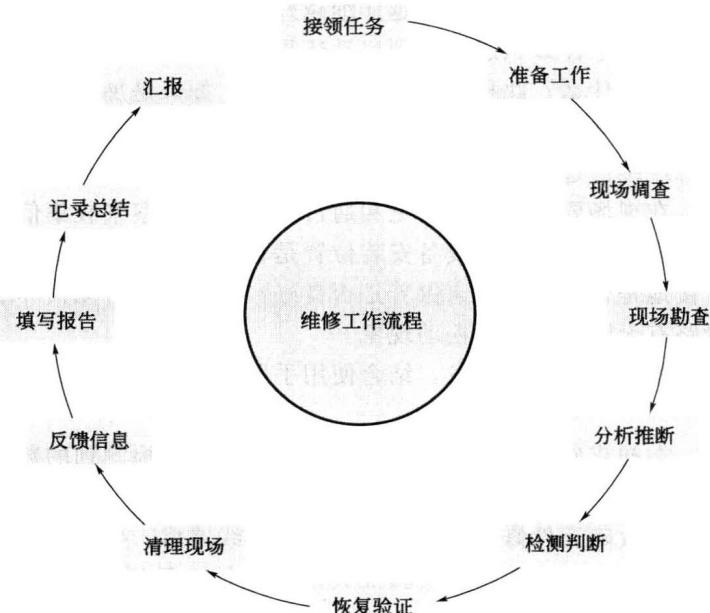

图 1-7 一般电气维修工作流程
**2. 检修工作一般过程。**维修工作是一个复杂的过程，不同的行业、不同的故障、不同的维修人员对故障的处理手段有可能是不同的，但是，维修过程却大致相同。一般电气维修工作流程如图 1-7 所示。